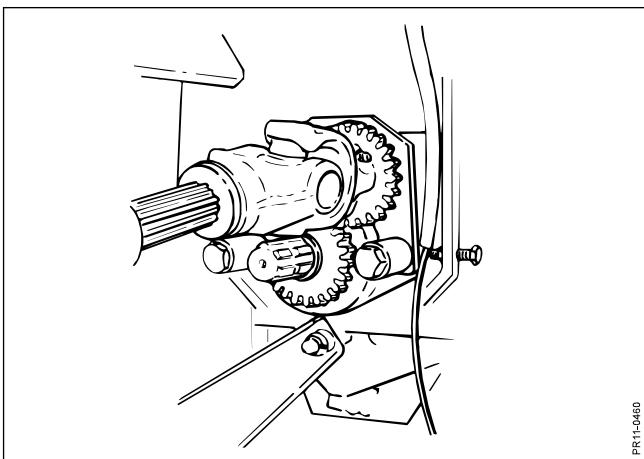

Fig. 4-20
- Fig. 4-20** 4. KO-akslen for rotoren monteres på den frie tap på rotorhuset. KO-akslen skal fastlåses på pos. 2, hvorved tandhjulene kommer i indgreb og rotoren vil køre med modsat omdrejningsretning.